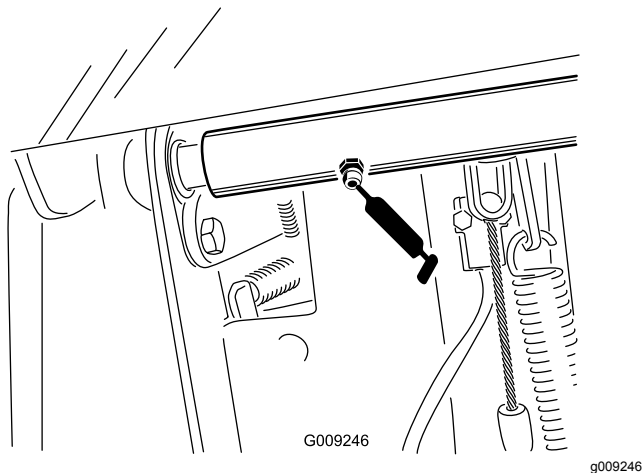

Figura 33
- Pedal do travão, rolamentos do veio da articulação (2) (Figura 33)